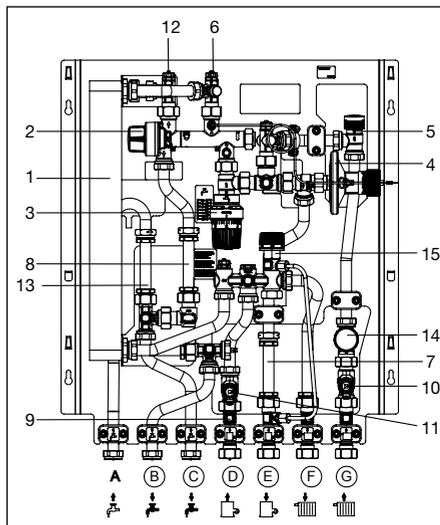

Fig. 5.1 Construction avec circuit de chauffage direct
- Contrôle de fermeture du régulateur de débit proportionnel (fig. 5.1 – 2): Après avoir terminé le puisage, l'échangeur de chaleur doit refroidir.
Le robinet par zone (fig. 5.1 – 5) peut être équipé d'un moteur pour le réglage du circuit de chauffage (raccordement M 30 x 1,5).